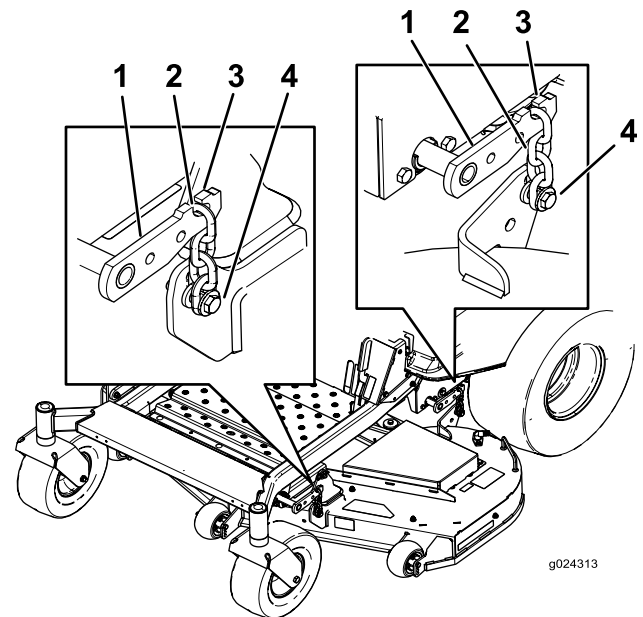

Figura 64
7. Retire las cadenas de los ganchos de los brazos de elevación de la carcasa (Figura 64).
6. Eleve la parte trasera de la carcasa de corte y conecte las cadenas a los brazos de elevación traseros (Figura 64).
7. Conecte las cadenas delanteras a los brazos de elevación delanteros (Figura 64).